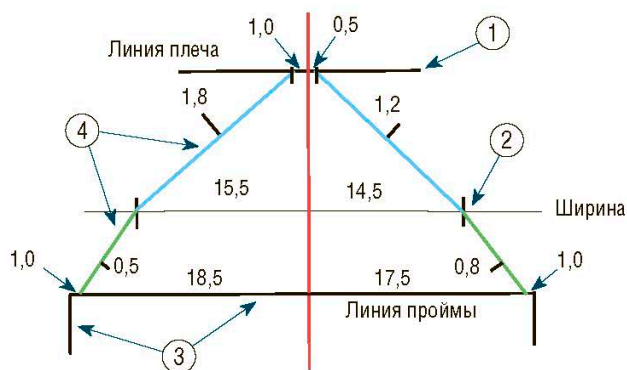

Рис. 3
① Отступив примерно 5 см от верха листа, начертите короткую горизонтальную линию (которая соответствует линии плеч), а затем расположите в ее центре вертикальную линию (обозначена красным на рис. 3).
④ Прямыми линиями соедините метки, расположенные в пройме на линиях ширины и плеча: они обозначают очертания головки (зеленые и синие линии на рис. 3). Для того чтобы начертить контур головки, в середине отмеченных голубым линиями (ширина – плечо) проведите короткие перпендикулярные линии и отложите следующие мерки: 1,2 см для полочки и 1,8 см для спинки. Поделите линии, начерченные зеленым (ширина – пройма) на 3 части и проведите к ним 3 короткие перпендикулярные линии, а затем отложите от этих перпендикуляров следующие мерки: 0,8 см – для полочки и 0,5 см – для спинки. Эти мерки служат ориентиром, они приблизительны и могут быть скорректированы во время подгонки рукава к пройме (см. рис. 2 на с. 99).